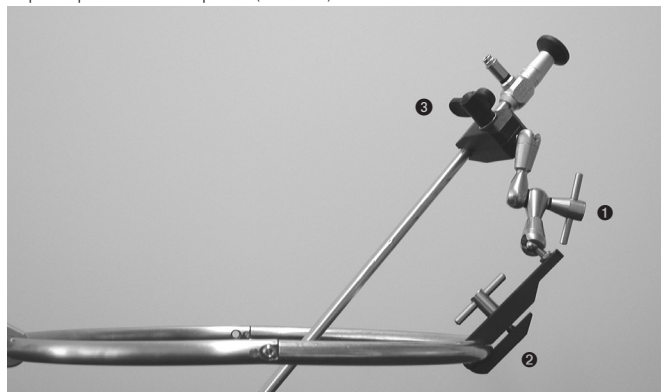

Figura 1
- Para aflojar el brazo articulado, gire el asa de bloqueo central ❶ (ver la figura 1) en sentido antihorario hasta el tope.
- Asegure la abrazadera ❷ (ver la figura 1) al anillo de sujeción SynFrame, manteniendo el brazo giratorio fuera del anillo. Esto mantiene el brazo de sujeción fuera del campo operativo.
- Inserte y asegure la óptica en la mordaza correspondiente de 10,0 o 4,0 mm en la abrazadera negra ❸ (ver la figura 1) del soporte. Asegúrese de que
- Coloque la óptica en la posición deseada sobre el campo de operación y asegúrela en esta posición apretando el asa de bloqueo central ❶ (ver la figura 1) en sentido horario.
- Afloje siempre el asa de bloqueo central ❶ (ver figura 1) al volver a colocar la óptica. La óptica puede dañarse (doblarse) si se mueve sin abrir el brazo articulado.